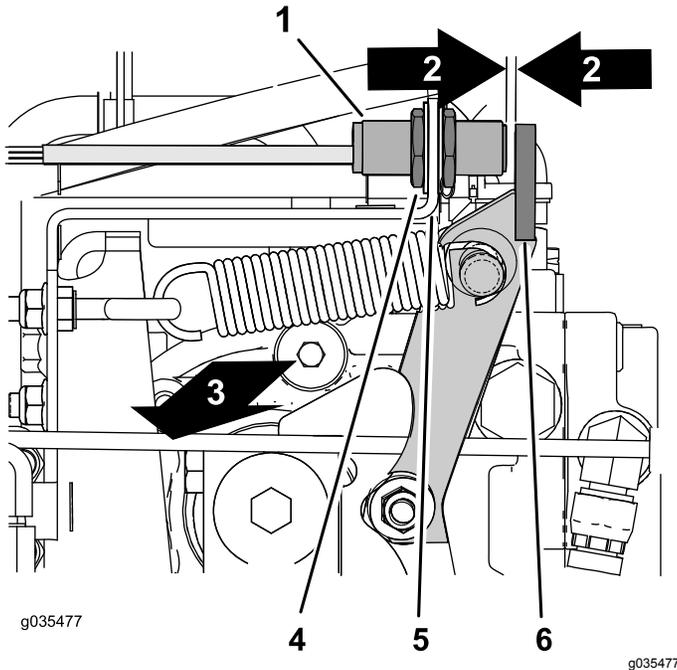

Figura 68
- A. Localice el sensor de proximidad en la bomba hidráulica de la parte superior derecha (Figura 68).
- B. Compruebe que el soporte del sensor de proximidad no está doblado y que la luz de la parte trasera del sensor está encendida (Figura 68).
1. Localice el sensor de proximidad en la bomba hidráulica de la parte superior derecha (Figura 68).
- Aflove las contratuercas en cada lado del soporte del sensor (Figura 68).
- Ajuste las contratuercas hasta que quede un espacio de 2,5 mm – 3,6 mm entre el extremo del sensor de proximidad y la brida del brazo de punto muerto (Figura 68).
- Apriete las contratuercas (Figura 68).